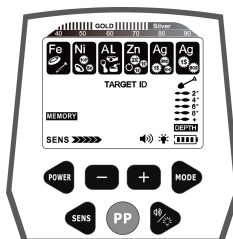

Abb.11
- Drücken Sie die MODE-Taste erneut, und der MEMORY-Cursor leuchtet auf. Der Zielunterscheidungscursor leuchtet ebenfalls auf. (siehe Abb.11)
- e. Wenn Sie nach anderen Metallen suchen möchten, drücken Sie erneut die Taste "MODE". Der MEMORY–Cursor leuchtet immer noch auf und zeigt dasselbe an wie in Abb.11. Wiederholen Sie dann den obigen Vorgang.
f. Um den MEMORY–Modus zu verlassen, drücken Sie die MODE–Taste, wodurch der Detektor in den Zustand von Abb.11 zurückkehrt. Drücken Sie dann erneut die MODE–Taste, um den MEMORY–Modus zu verlassen und in den nächsten Betriebsmodus zu gelangen.